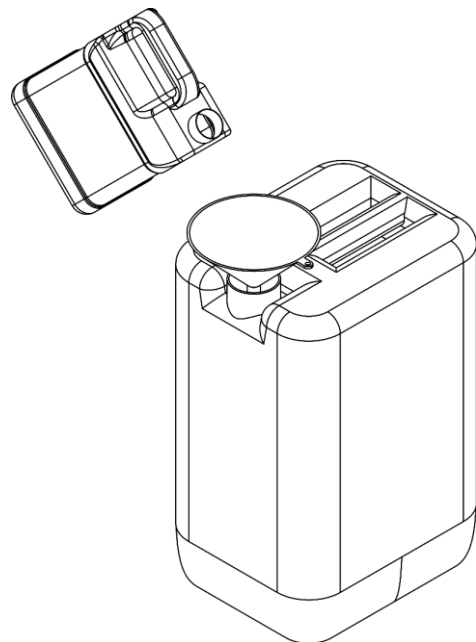

Fig. 17
- 05) Utilisez un entonnoir pour verser le liquide à fumée restant dans le réservoir dans le bidon de liquide à fumée d'origine, comme indiqué sur la Fig. 17.